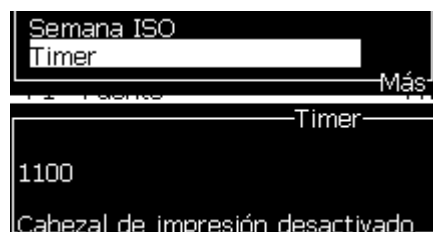

Figura 5-44: Campo de usuario de temporizador
- 6 Pulse *F2* para abrir la ventana *Seleccionar campo de usuario* y seleccione la opción *Temporizador*. Puede ver el formato que ha establecido arriba, en la ventana de vista previa que se muestra en la Figura 5-44.